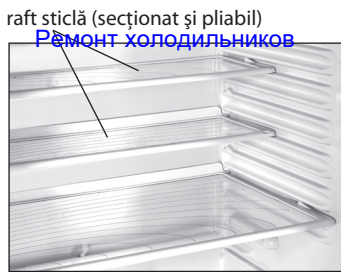

Figura 3 - Raft sticlă (secționat și pliabil)
**1.7** Raftul de sticlă (secționat și pliabil), în conformitate cu figura 1, constă din două părți, în conformitate cu Figura 3. Secțiunile acestui raft pot fi fixate în CF separat una de alta, pentru a amplasa vasele mari în spațiul dintre rafturi.